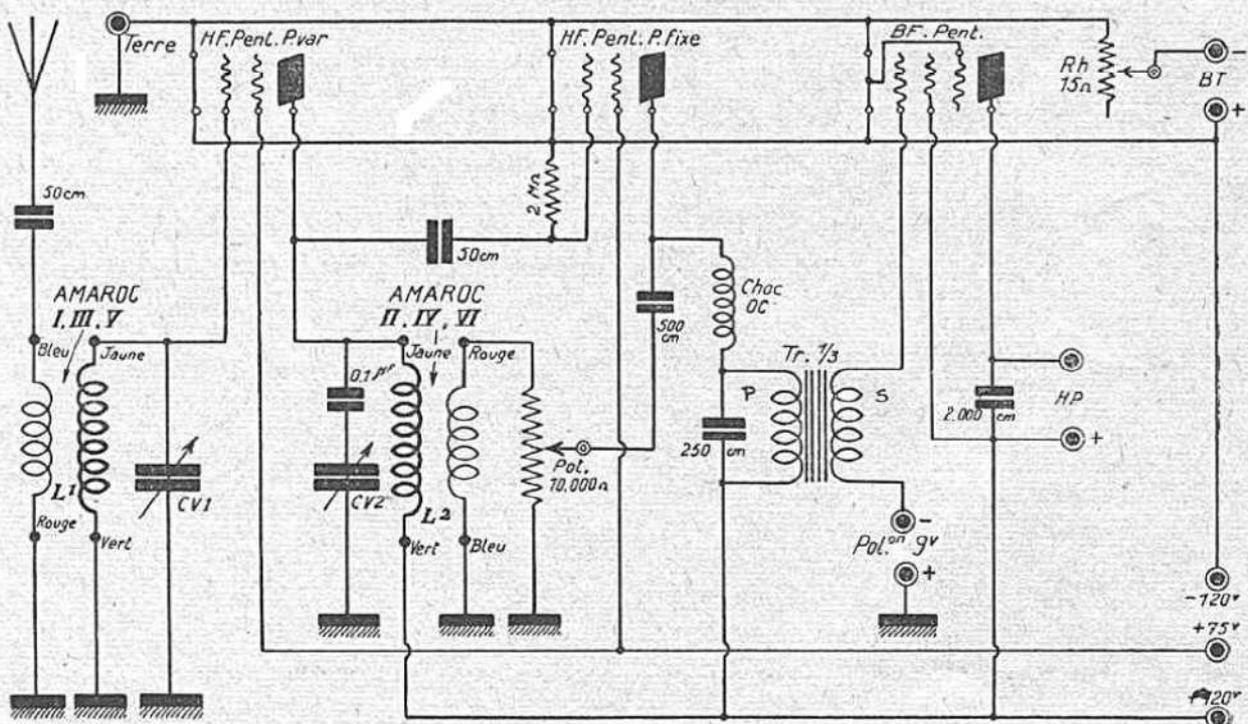

FIG. 9. — Résonance-batteries-haut-parleur.
Toutes les bonnes lampes batteries conviendront à ce récepteur (fig. 9), la série 2 volts de Philips est recommandée. La première est une bigrille à pente variable (HF), la seconde une bigrille à pente fixe (Dét. HF), la troisième une triode de puissance (BF). Si l'on veut utiliser les très vieilles lampes européennes ce sont deux A441N (ou similaires) et une B443 qui conviendront, mais la nouvelle série Philips ou Sylvania assureront un meilleur service et il ne sera pas rare de capter, la nuit, en petit haut-parleur, des